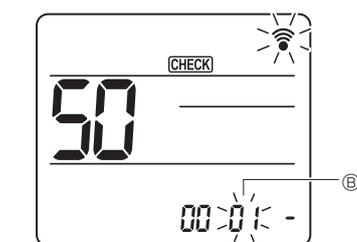

Fig. 6-18
③ Vælg en tilstand
Tryk på [00]-knappen for at indstille funktionsnummeret ③. (Fig. 6-18)